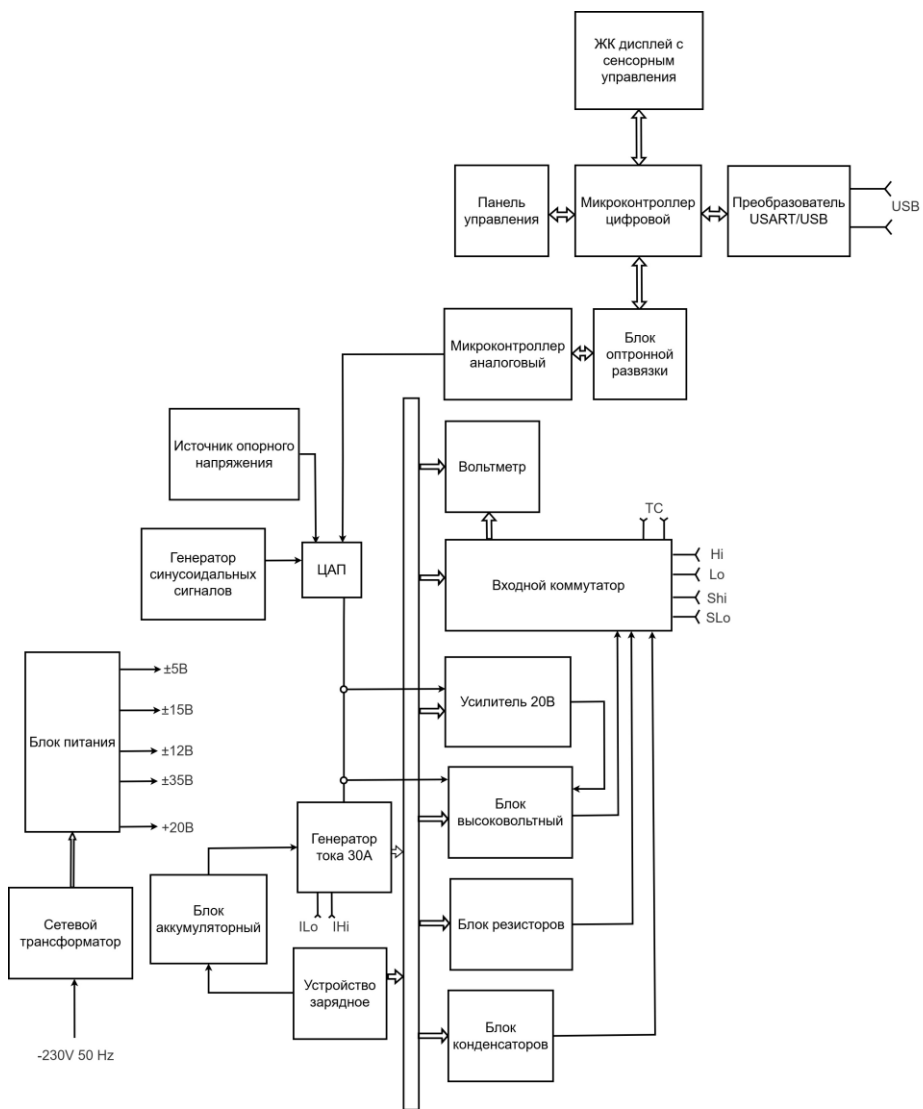

Рисунок 1.3 – Структурная схема калибратора
1.4.2 Принцип работы калибратора при воспроизведении напряжения и силы тока заключается в преобразовании численного значения воспроизводимого сигнала, вводимого оператором с органов управления, в аналоговый сигнал с помощью ЦАП и формирование из этого сигнала выходного напряжения или тока (в зависимости от режима работы). Фактическое значение воспроизводимого сигнала и его изменение в результате влияния внешних факторов фиксируются встроенным цифровым вольтметром. Получаемые данные используются для коррекции кода, загружаемого в ЦАП с целью минимизации отклонения выходной величины от заданного значения. Указанные операции выполняются под управлением микропроцессорных контроллеров. Состав и взаимосвязь основных узлов калибратора приведены на структурной схеме (рисунок 1.3).